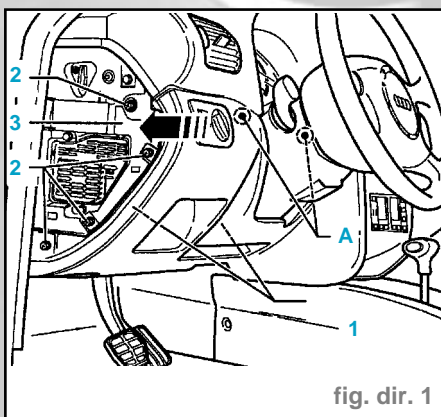

fig. dir. 1
- Dévisser les vis (2) (4x) (fig. dir. 1).
- Dévisser les vis (1) (3x).
- Déclipser le vide-poches de la position (A).